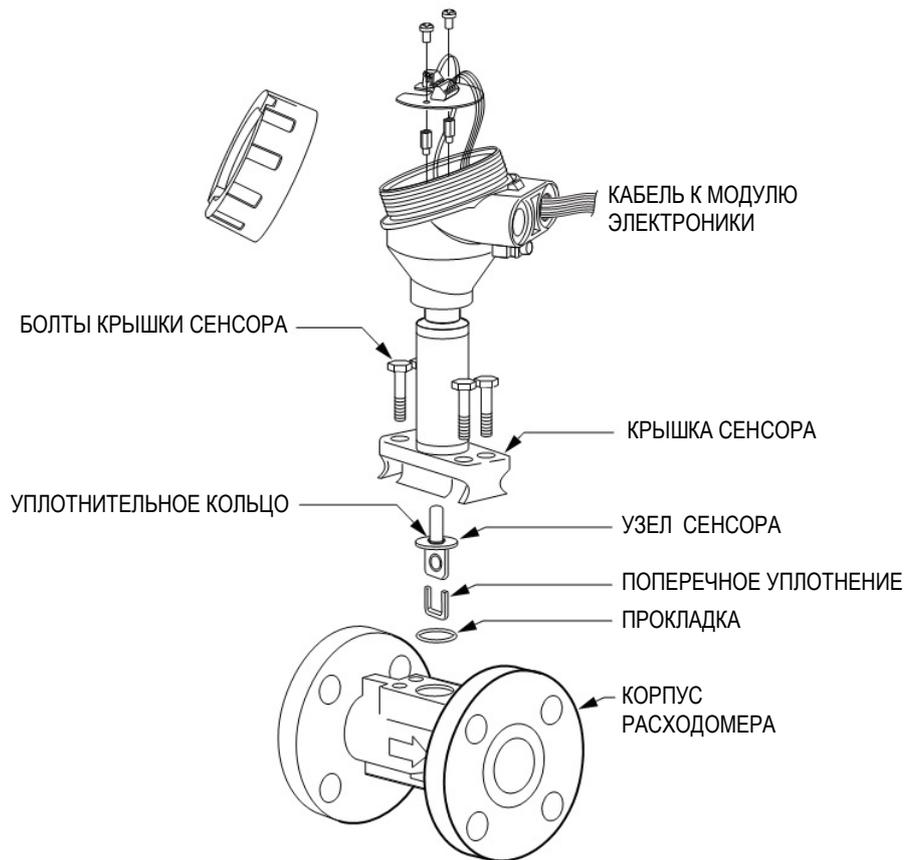

Рисунок 57. Замена сенсора – раздельный монтаж электроники
См. рисунок 57.
5. Вставьте сенсор с крышкой в корпус расходомера и затяните от руки четыре новых болта крышки сенсора. См. рисунок 57.